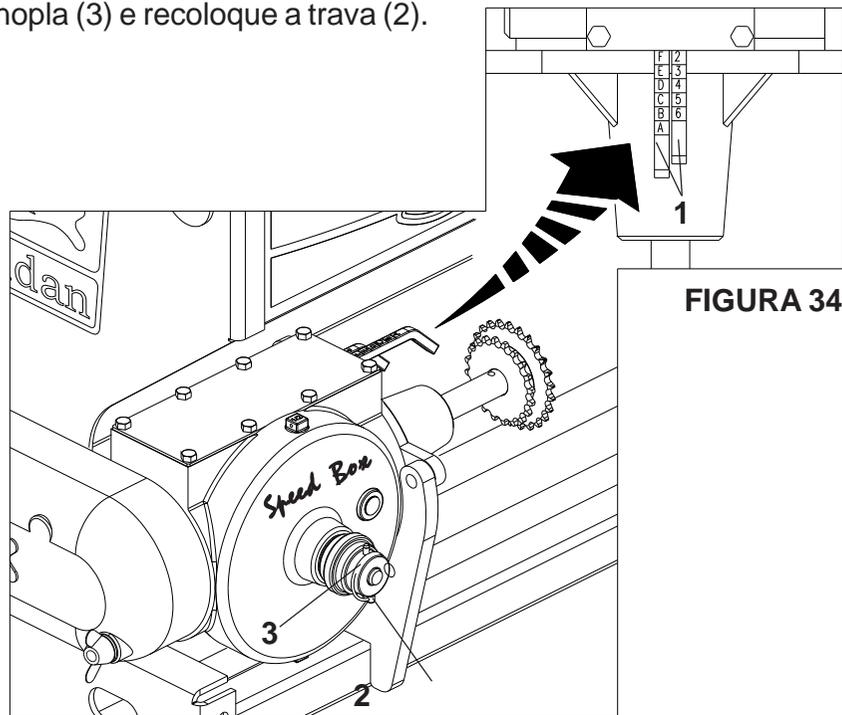

FIGURA 34
**SPEED BOX (FIGURA 34)**
2 - Para regulagem da semente, selecione a quantidade desejada nas tabelas e verifique a combinação correspondente dos cursores (1). Exemplo: posição **F 2**, indica que o cursor com letras deve estar na posição “F” e o cursor de números deve estar na posição “2” conforme detalhe da **(FIGURA 34)**